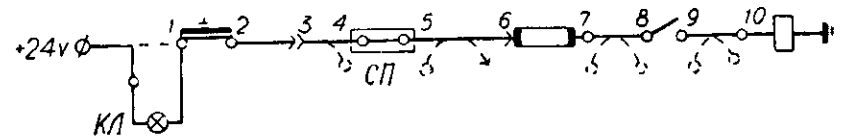

Рис. 95. Схема нахождения короткого замыкания
- отсоедините питающий провод проверяемой цепи и между отсоединенным проводом и его выводом, подсоедините контрольную лампу *КЛ* (рис. 95);